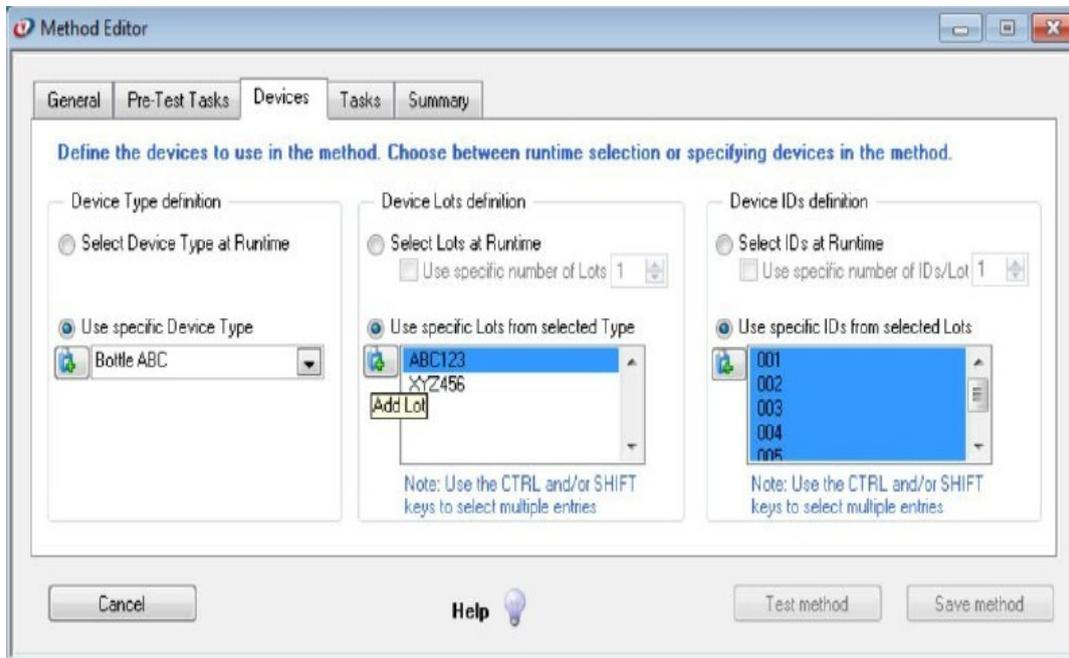

Figura 71: Guia dispositivos do editor de método, use specific.
b) Selecione o modo *Use Specific* conforme Figura 71, que permite ao criar o método que defina/selecione os dispositivos e armazene essas seleções com o método. Este modo é geralmente mais desejável em